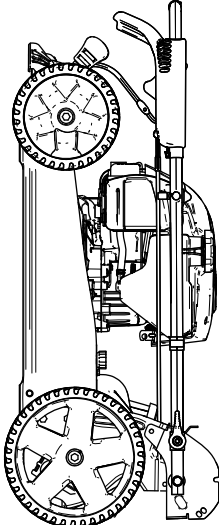

Figura 22
- 6. Levante la parte delantera de la máquina con el manillar y llévela al lugar de almacenamiento (Figura 22).